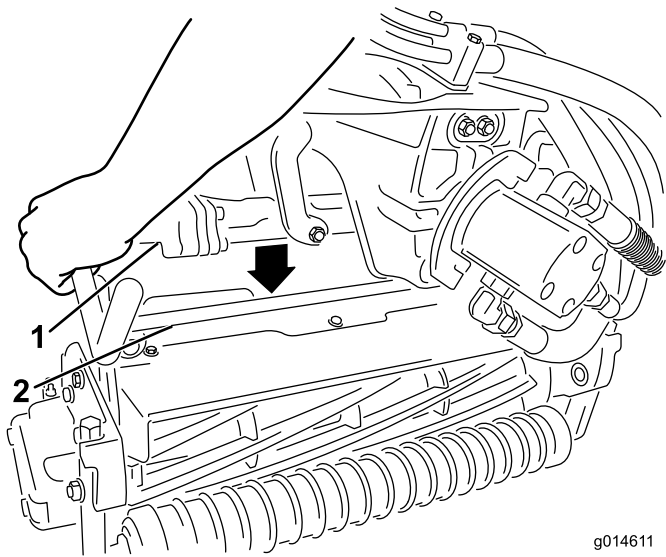

**Figura 12**
9. Con los enganches del brazo de suspensión orientados hacia arriba (es decir, abiertos) (Figura 12), empuje hacia abajo el brazo de suspensión de modo que la barra encaje en la barra situada en la parte superior de la unidad de corte (Figura 13).
10. Presione los enganches hacia abajo alrededor de la barra de la unidad de corte y bloquéelas (Figura 12).